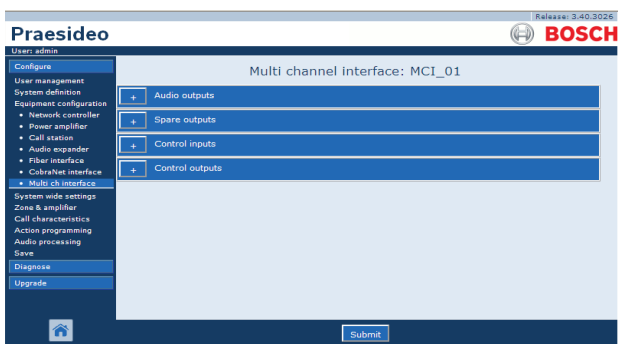

Abbildung 43.40: Konfigurieren einer Mehrkanalschnittstelle, Schritt 2
- 2 Klicken Sie auf den Namen der zu konfigurierenden Mehrkanalschnittstelle. Im Hauptframe der webbasierten Benutzeroberfläche wird ein Bildschirm angezeigt, der dem in Abbildung 43.40 gleicht.